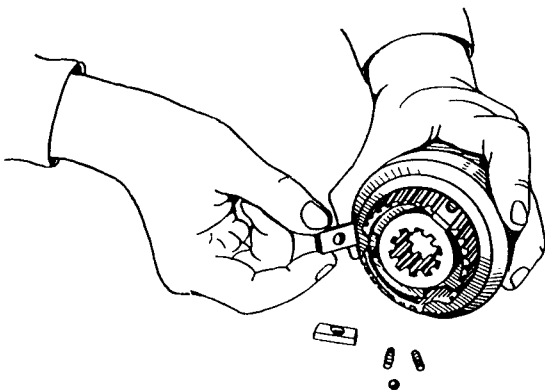

Bild 95. Zusammenbau des Synchronisators
2. Drei Federn, drei Gleitsteine, drei Kugeln in den Synchronkörper einlegen und Schalmuffe auf den Synchronkörper aufsetzen. Hierbei ist der längere Teil des Synchronkörpers zur Stirnfläche der Schalmuffe hin, die eine Absträgung aufweist, anzuordnen (Bild 95).